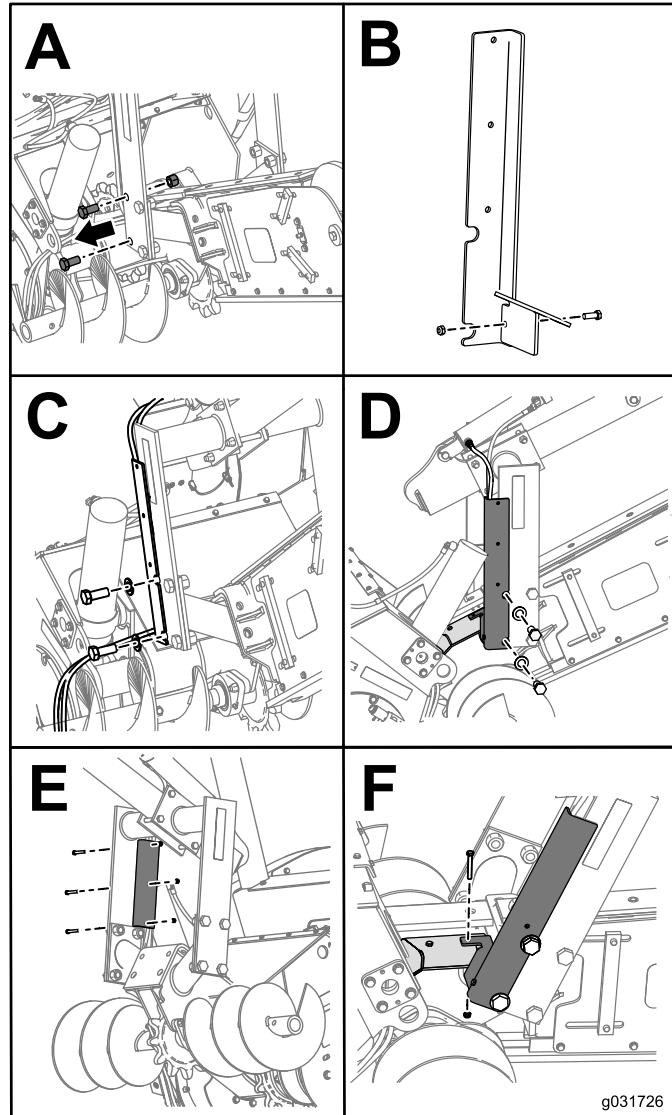

図 8
5. クラムバーブラケットバーからボルトとナットを外す図 8。
6. 図 8に示すように、アングルタイを背高前側アングルコンジットに固定するボルト  $1/8 \times 3$  インチ 1本、ナット  $3/8$  インチ 1個を使用する。
8. 背高前側アングルコンジットをクラムバーブラケットに固定するワッシャ2枚、ボルト  $1 \times 2\frac{1}{2}$  インチ 2本と、先ほど取り外したボルト 2本を使用する図 8。
10. 図 8に示すように、背高後側アングルコンジットを背高前側アングルコンジットに固定するボルト  $3/8 \times 2\frac{1}{2}$  インチ 3本、ナット  $3/8$  インチ 3個を使用する。
12. 図8に示すように、アングルタイを高低アングルコンジットアセンブリに取り付けるボルト3/8 x 2-3/4インチ1本、ナット3/8インチ1個を使用する。